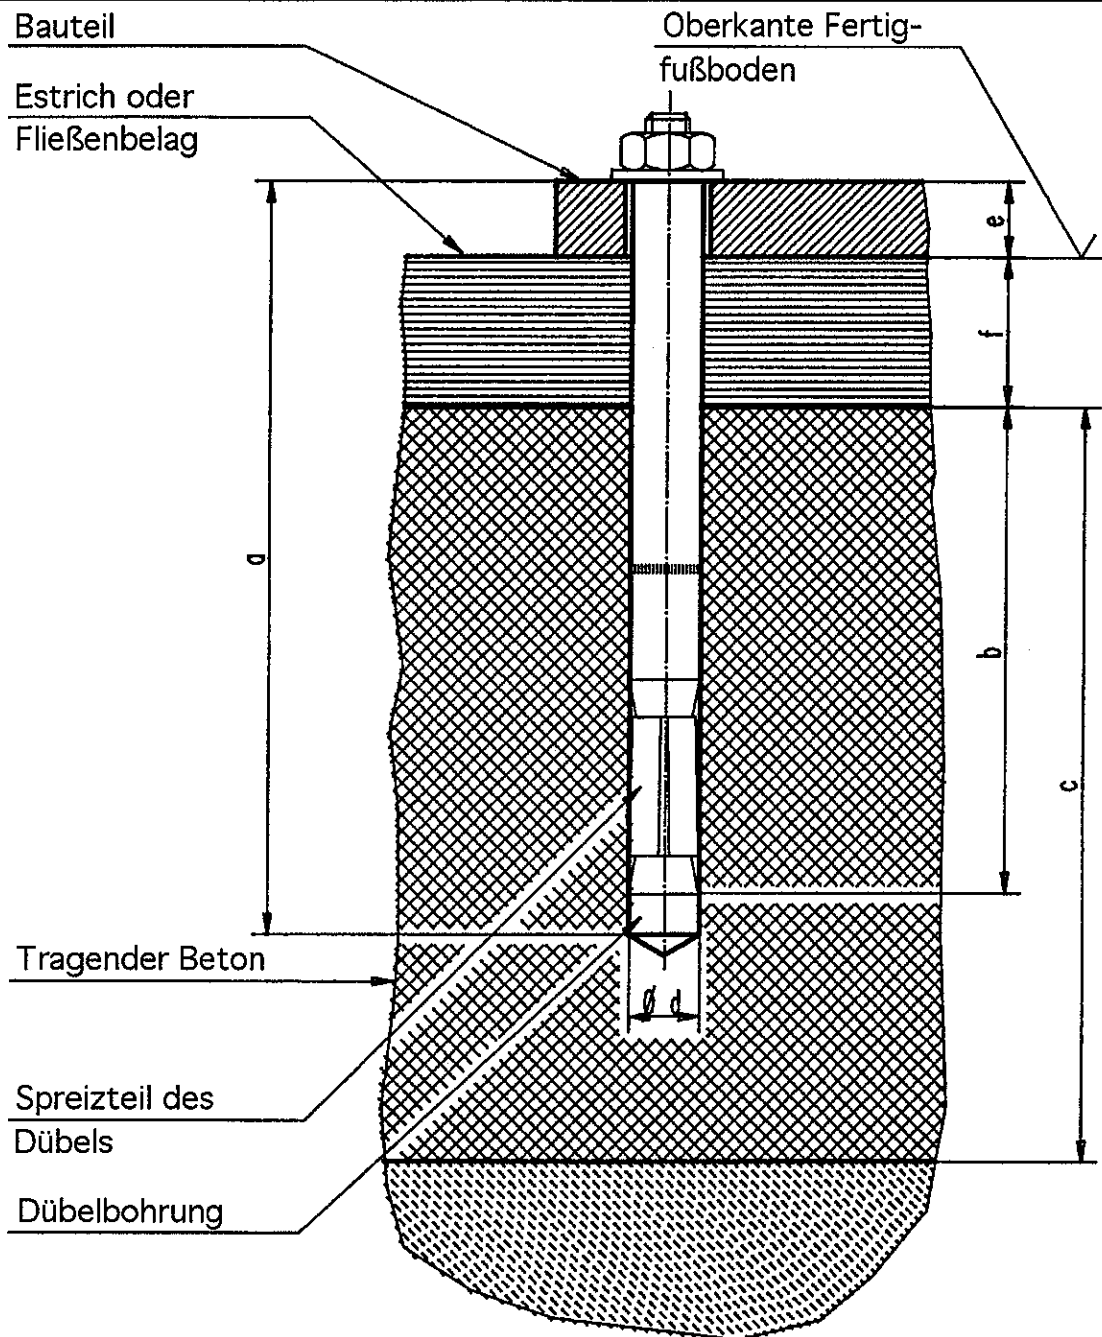

Bild 13: Auswahl der Dübellänge (mit Bodenbelag)
- Ausrichtung der Stell- und Abdruckplatten nochmals überprüfen und Hebebühne verdübeln. Löcher für die Dübelbefestigung durch die Bohrungen der Laufrollenbahnen und der Festlager setzen. Bohrlöcher durch Ausblasen mit Luft säubern. Sicherheitsdübel in die Bohrung einführen. Der **Hersteller fordert Liebig-Sicherheitsdübel Typ B 15 oder gleichwertige Sicherheitsdübel anderer Hersteller**. Vor dem Verdübeln der Hebebühne ist zu überprüfen, ob der tragende **Beton mit der Qualität B 25** bis zur Oberkante des Fertigfußbodens reicht. In diesem Falle ist die Dübellänge nach **Bild 12** zu ermitteln. Befindet sich ein Bodenbelag (Fliesen, Estrich) auf dem tragenden Beton, muß die Dicke dieses Belags ermittelt werden und die Dübellänge ist nach **Bild 13** auszuwählen.
Tabelle zu Bild 13: